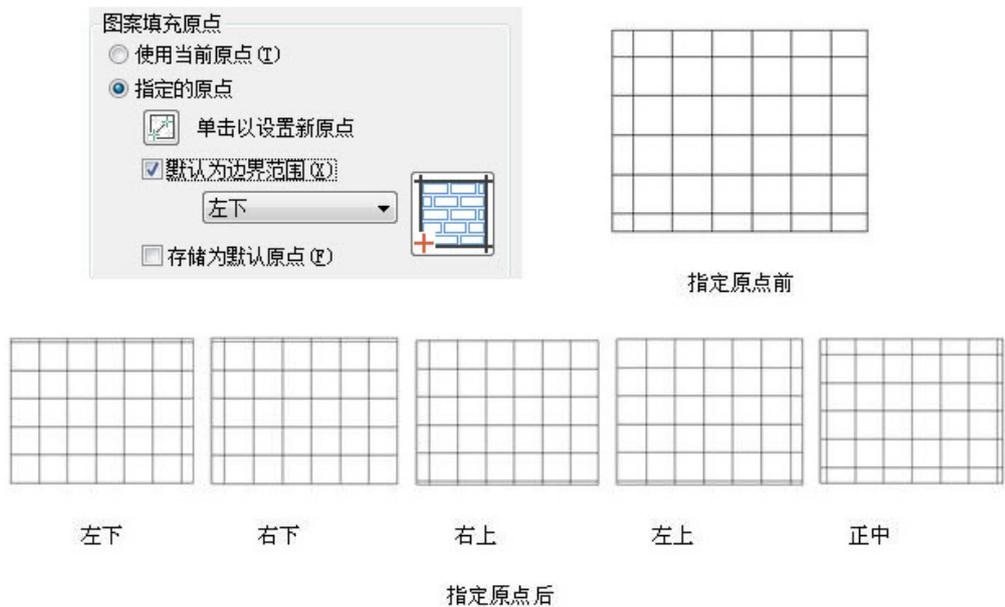

图 6-5 图案填充指定原点
**指定的原点：**指定一点，使其成为新的图案填充的原点。用户还可以进一步调整原点相对于边界范围的位置，共有 5 种情况：左下、右下、左上、右上、正中。如图 6-5 所示。